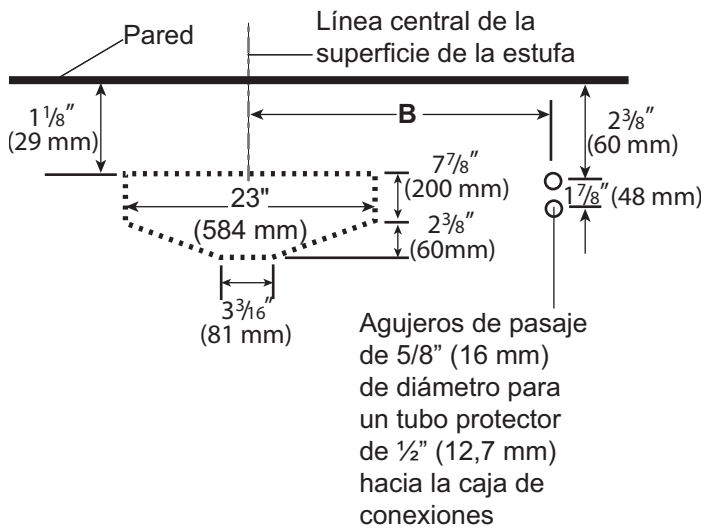

Figura 16: Ubicación del racor y del tubo protector
3. Si la campana se instala con una salida vertical, consulte la *Figura 16* para hacer las aberturas donde pasarán el racor y el tubo protector. Vea las dimensiones B de la *Figura 16* y de la *Tabla 2*.